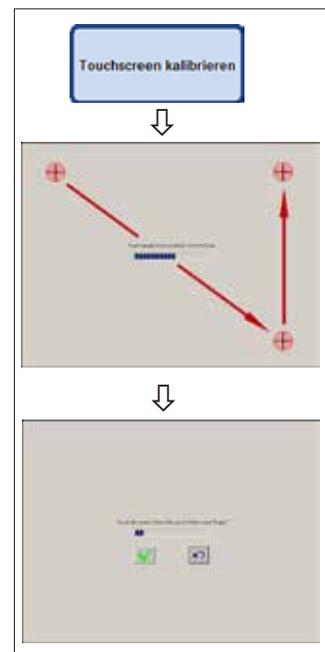

Abb. 78
Touchscreen kalibrieren (Abb. 78)
- Den roten Kreis auf dem Bildschirm mittig berühren (insgesamt drei Mal), beginnend in der linken oberen Ecke (Abb. 78 oben).
- Danach den Bildschirm an beliebiger Stelle berühren und prüfen, ob der Cursor der Bewegung folgt (Abb. 78 unten).